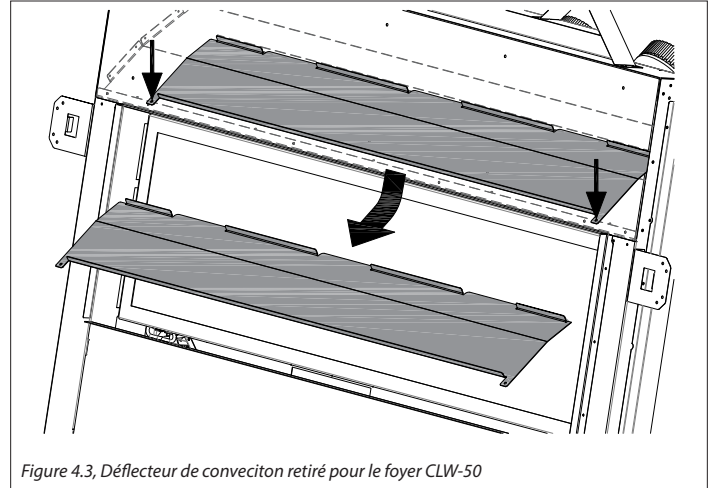

Figure 4.3, Déflecteur de convection retiré pour le foyer CLW-50
**CLW-50 :** Le déflecteur est fixé par (2) vis, juste derrière le bord supérieur de l'ouverture du foyer (voir Figure 4.3).